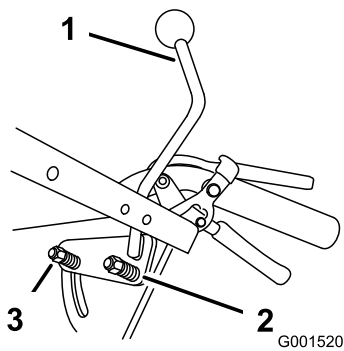

Figure 49
**Remarque:** Si le point mort n'est pas constant, vérifiez que les deux ressorts sont bien serrés sur le levier de changement de vitesse sous la console, en particulier le ressort de pivot arrière. Répétez les réglages ci-dessus au besoin (Figure 49).